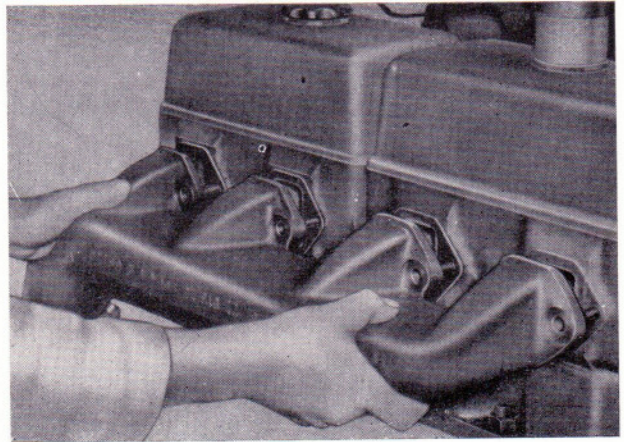

Bild 30
- Befestigungsmuttern lösen und Auspuffkrümmer abnehmen (Bild 30).